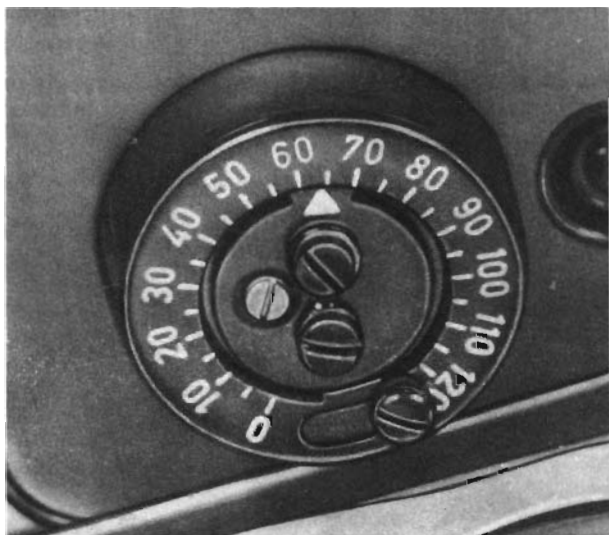

Bild 11. Marginalratt
1. Anmoda motstationen att sända omväxlande R och Y och vrid samtidigt marginalratten (bild 11) moturs tills skriften blir felaktig. Vrid därefter ratten försiktigt tillbaka tills skriften blir felfri. Avläs skalvärdet när detta inträffar.